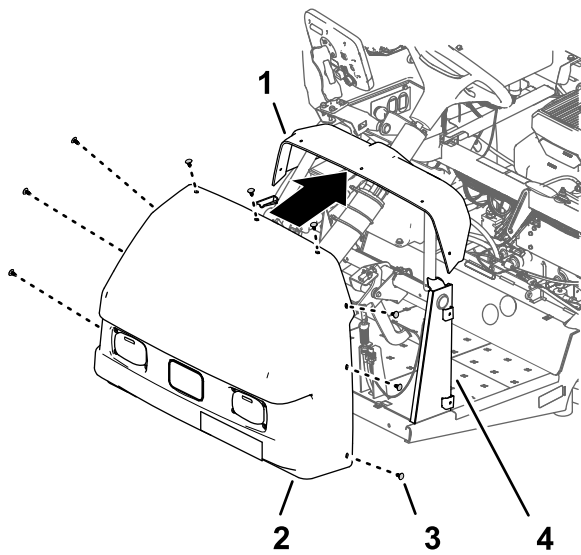

Bild 214
1. Fluchten Sie die Löcher in der Motorhaube mit den Löchern im Armaturenbrett und Rahmen der Maschine aus (Bild 214).
- Befestigen Sie die Motorhaube mit neun Eindrückbefestigungen am Armaturenbrett und Rahmen (Bild 214).